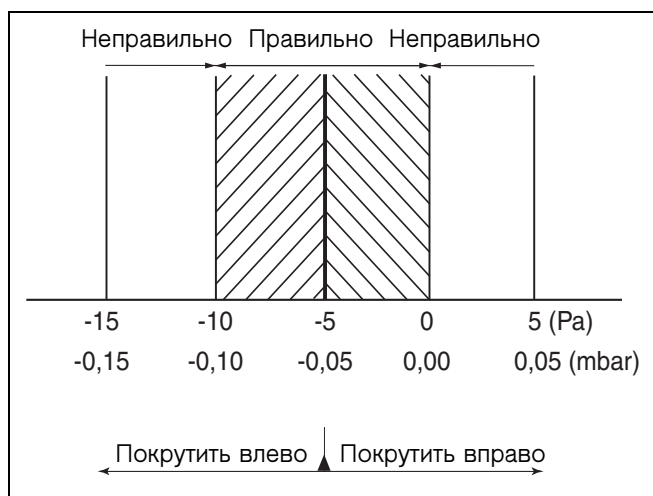
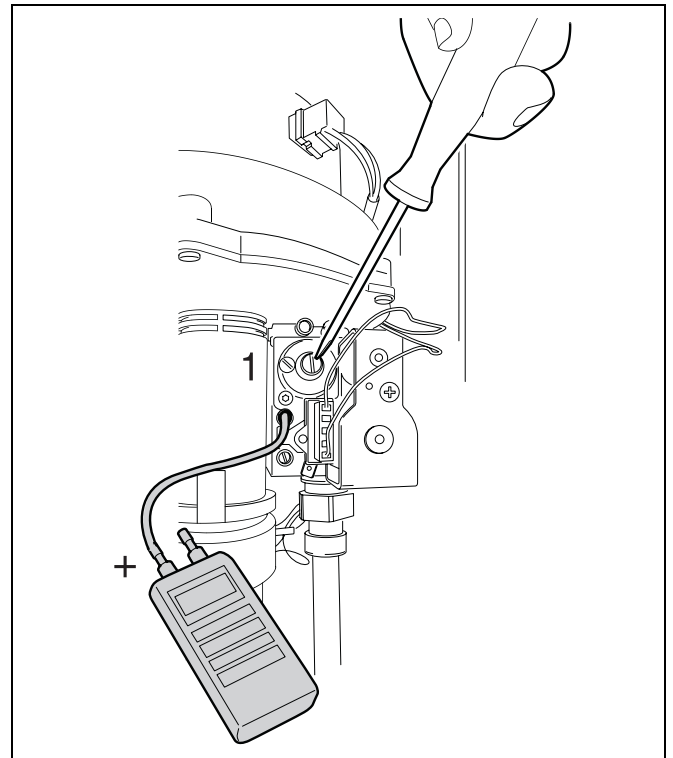

Рис. 33 Разница давления газ/воздух при частичной нагрузке
Рис. 34 Установка соотношения газ/воздух
- Считать с прибора разницу давления (соотношение газ/воздух). Оптимальная разница давления составляет -5 Па ($-0,05$ мбар). Разница давления должна находиться между -10 и 0 Па (рис. 33). Если этого нет, то необходимо произвести установку следующим образом:
- Снять колпачок крышки с помощью плоской отвертки (рис. 34, **поз. 1**).
- С помощью ключа с внутренним шестигранником (4 мм) установить установочный винт давления горелки (рис. 34, **поз. 1**) на правильную разницу давления (соотношение газ/воздух, рис. 33).
- Установить колпачок крышки (рис. 34, **поз. 1**).